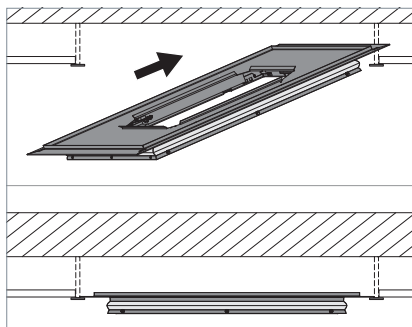

Fig. 1: Inserire il telaio dell'apparecchio d'illuminazione in una griglia di soffitto.
- Posizionare il telaio dell'apparecchio d'illuminazione in una griglia di soffitto, vedi Fig. 1.